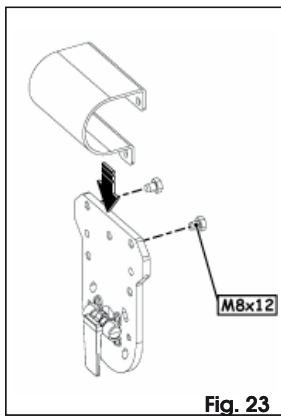

Fig. 23
1. Assembler le support de la lisse, Fig. 23 réf. ①, et la flasque relative à la lisse choisie, Fig. 23 réf. ②, en utilisant uniquement les deux vis postérieures.